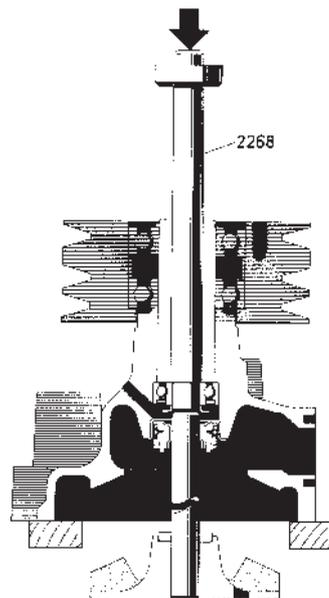

Fig. 161. Démontage de la roue à aubes, des roulements et de la bague d'étanchéité
3. Poser la pompe comme indiqué sur la figure 161 et en se servant du mandrin 2268, extraire la roue à aubes, la bague d'étanchéité, la déflectrice et le roulement arrière d'un seul bloc.